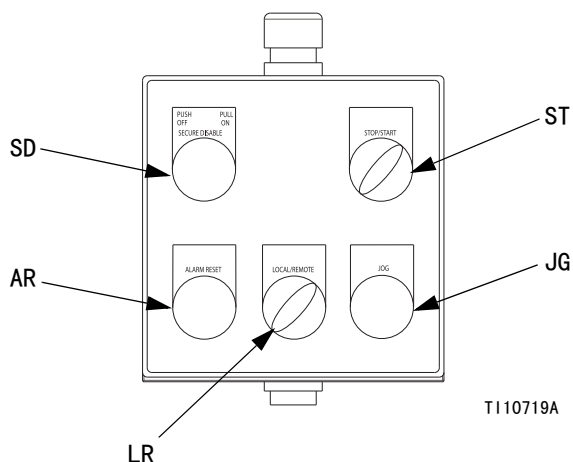

图 4：本地控制盒
本地控制盒包含五个控制器。请参见图 4。
1. 将“启动/停止”开关 (ST) 设为“停止”。请参见图 4。
2. 按入“安全禁用”(SD) 开关。
3. 将“启动/停止”开关 (ST) 设为“停止”。请参见图 4。
3. 按入“安全禁用”(SD) 开关。
4. 将“启动/停止”开关 (ST) 设为“停止”。请参见图 4。
5. 拉出“安全禁用”开关 (SD)，让其分离。